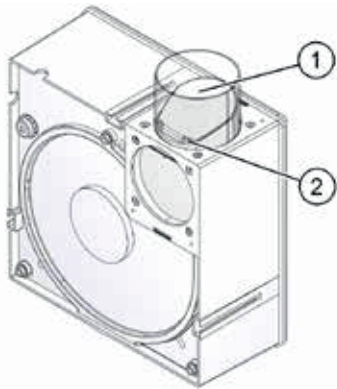
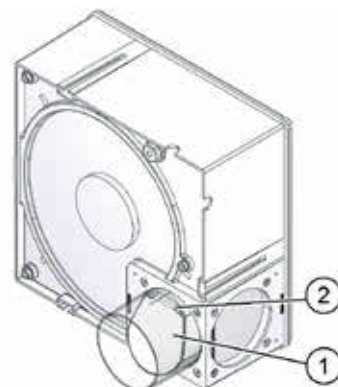

Abb. 28: Rückschlagklappe – Ausblas seitlich nach oben
Abb. 35: Rückschlagklappe – Ausblas hinten, rechts unten
- ▶ Kontrollieren Sie vor dem Einbau der Gehäusetypen U, U-H, UB und UB-H die Lage der Rückschlagklappe (Pos. 1 in Abb. 28 auf Seite 22 bis Abb. 35). Dabei müssen in allen Einbaulagen folgende Bedingungen erfüllt sein:
- ◆ Die Aufhängung (Pos. 2 in Abb. 28 auf Seite 22 bis Abb. 35) der Rückschlagklappe muss immer horizontal ausgerichtet sein.
- ◆ Die Rückschlagklappe muss immer so angebracht sein, dass sie aufgrund der Schwerkraft selbstständig schließt (siehe Beispiele in Abb. 28 auf Seite 22 - Abb. 35).